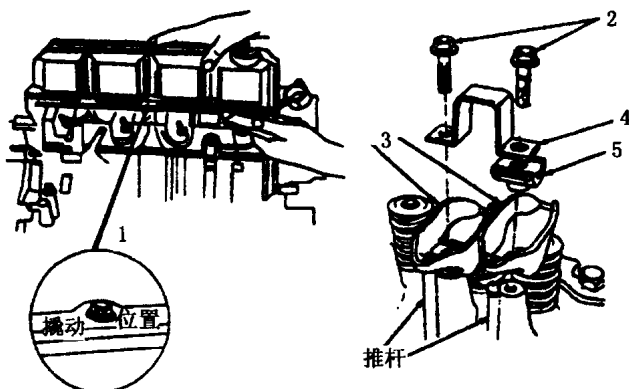

图 2-8 气门室罩的拆卸
①从气门室罩上拆下控制燃烧系统 (CCV) 新鲜空气输入软管或曲轴箱强制通风 (PCV) 新鲜空气输入软管。
②如图 2-8 所示，旋下气门室罩安装螺栓，取下气门室罩。在没有完全破坏密封胶前不要向上撬气门室罩，否则会破坏气门室罩。在螺孔旁边的气门室罩上，有规定的撬动位置 1。